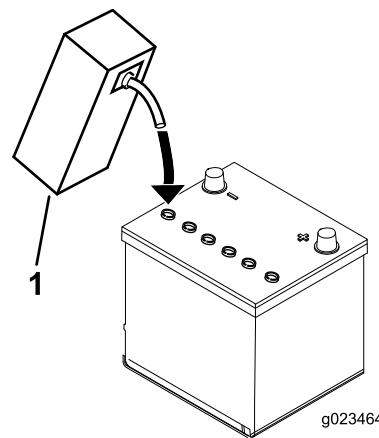

Figure 6
3. Versez de l'électrolyte avec précaution dans chaque élément jusqu'à ce les plaques soient recouvertes par environ 6 mm (1/4 po) de liquide (Figure 6).
5. Faites l'appoint au besoin pour que le niveau de liquide monte à 6 mm (1/4 po) en dessous du creux de remplissage (Figure 6).